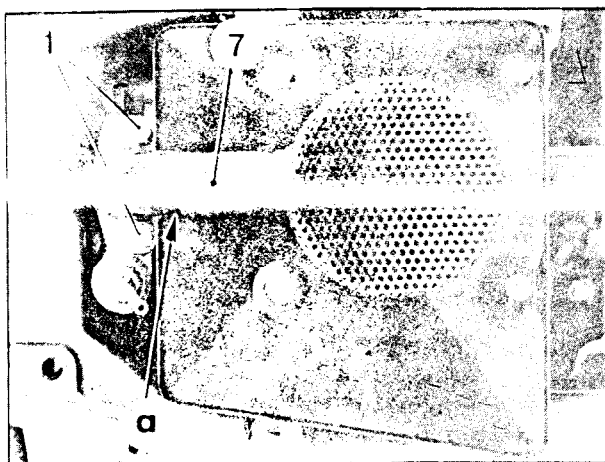

Abb. 5
- Neue Ringdichtung mit Fett an Pumpe kleben. Ansaugrohr (7) (Abb. 5) ansetzen, Schrauben (1) festziehen (Zahnscheibe) (1 mkg).